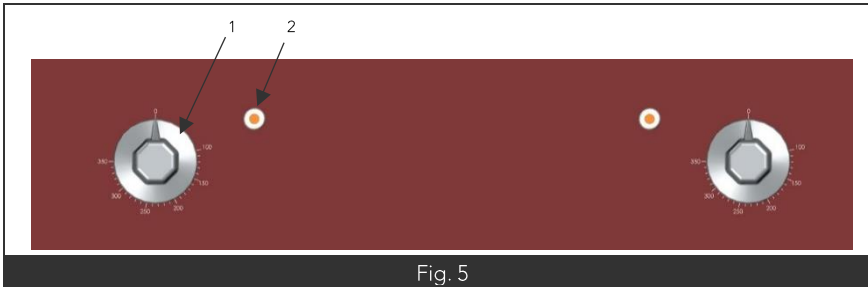

Fig. 5
- L'appareil étant sous tension, tourner la manette du thermostat (Fig5 Rep1) de la zone de chauffe désirée sur la position voulue.
- Le voyant orange (Fig5 Rep2) s'allume signe de mise sous tension.